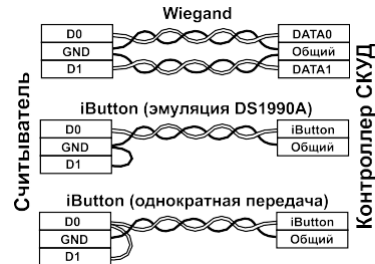

Рис. 2
Параметры интерфейса подключения считывателя к контроллеру можно настроить вне зависимости от режима (защищённый/незащищённый). Исходно активен протокол передачи Wiegand. Выбор протокола iButton (TM) осуществляется замыкание DATA1 (коричневый) на GND (чёрный) (см.рис.2).